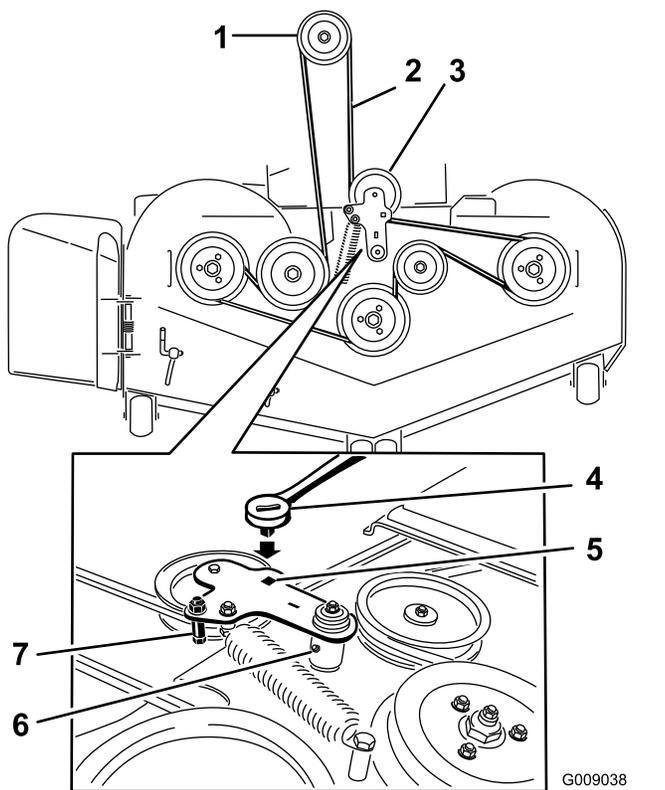

Bild 95
8. Setzen Sie eine Ratsche in das rechteckige Loch im Spannarm ein, um die Spannung an der Spannscheibenfeder zu lösen (Bild 95).
10. Verlegen Sie den neuen Riemen um die Mähwerk- und Bremsspannscheiben unter dem Motor (Bild 95).
11. Drehen Sie die Riemenführungsnase und stellen Sie sicher, dass sie gegen den Drehzapfenhub anschlägt (Bild 95).
12. Setzen Sie eine Ratsche in das rechteckige Loch ein und verlegen Sie den Riemen um die gefederte Spannscheibe (Bild 95). Setzen Sie die Federenden in den Verankerungsrillen ein.